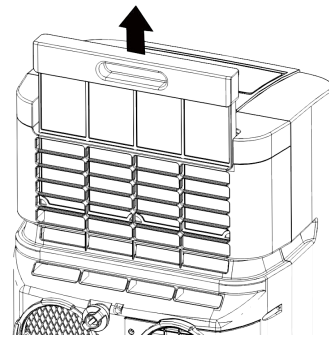

Fig. 1a
1. Levante el marco del prefiltro (Fig. 1a).